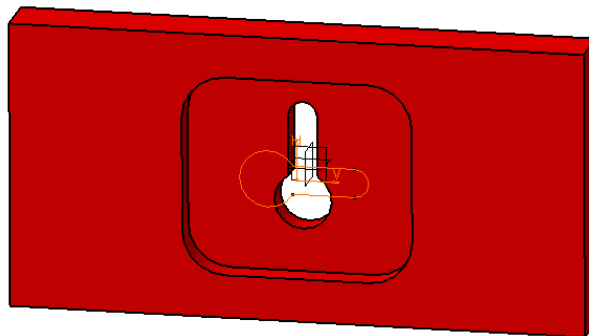

Рис. 122
6) Встановити прапорець **"Swap"** ("Перестановка"), щоб поміняти місцями напрямки H і V. В області геометрії виконується попередній перегляд нового положення ескізу (Рис. 122).